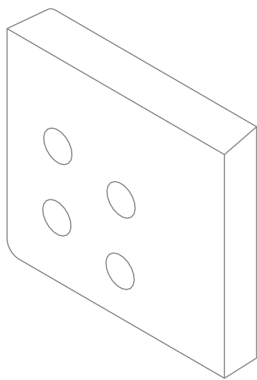

图 2-48 创建 3D 直线对象
(3) 向下移动鼠标，捕捉下方合适的端点，退出草图绘制环境，即可创建 3D 直线对象，如图 2-48 所示。